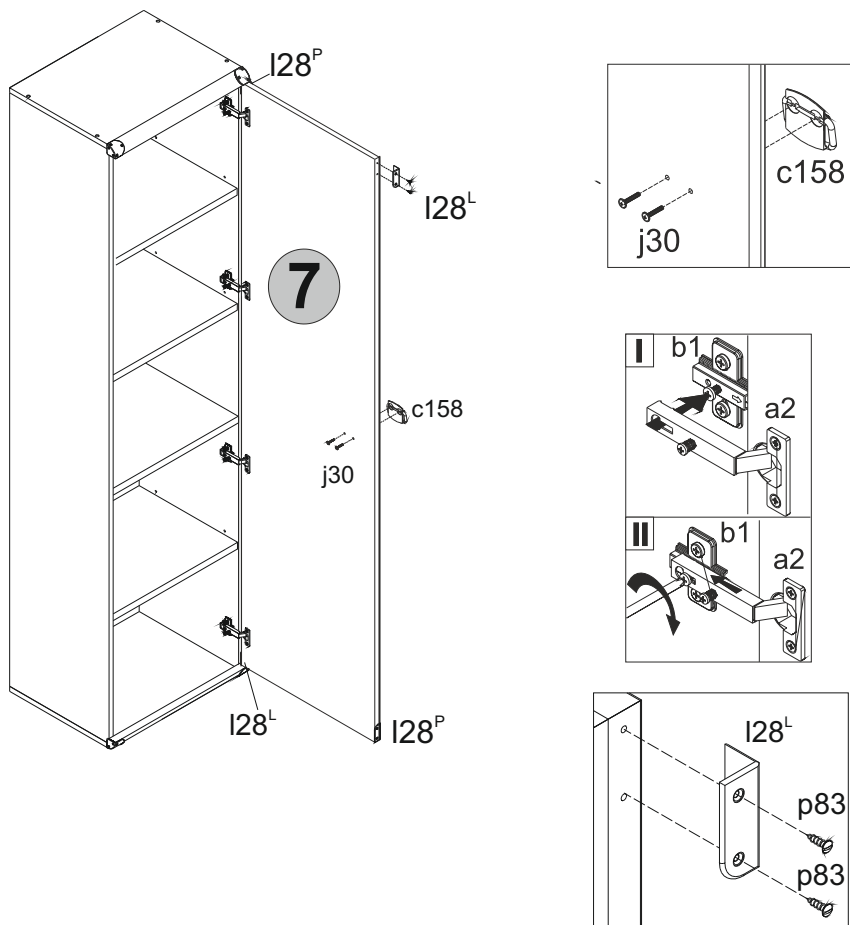

Рис. 3
5.13 Положить дверь **7** фасадной поверхностью вниз на ровную поверхность. Закрепить на двери петли шарнирные **a2**, пользуясь крестообразной отверткой (см.рис.3).
5.14 Навесить дверь на корпус шкафа, совместив петли шарнирные **a2** с направляющими петель **b1** (см.рис.3). При необходимости отрегулировать положение дверь вращая регулировочные винты, как показано на рисунке **3**.